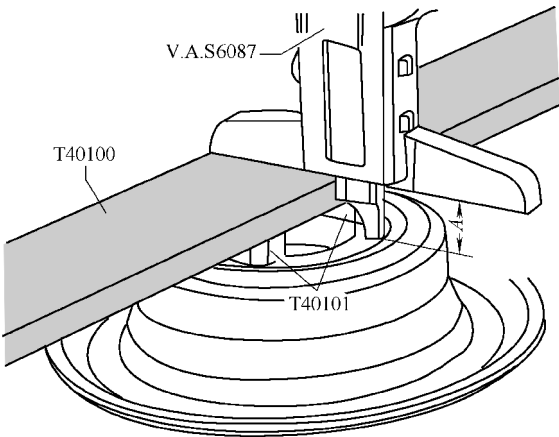

图 2-2-58 用 V. A. S6087 测量上面的工作面并记录测量值 A 面的工作面并记录测量值 B，如图 2-2-59 所示。
(3) 将直尺 T40100 放在量块 T40101 的中心。用数字式深度游标卡尺 V. A. S6087 测量上面的工作面并记录测量值 A, 如图 2-2-58 所示。
(4) 用数字式深度游标卡尺 V. A. S6087 测量下